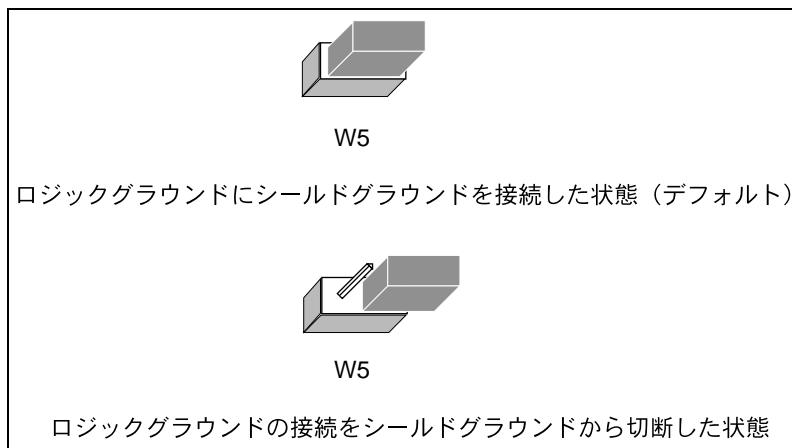

図 9. PC/104-GPIB のグラウンド設定ジャンパの設定
2. このジャンパを取り外し、下の図 9 に示されているように、1 本のジャンパピンだけを覆うように差し込みます。